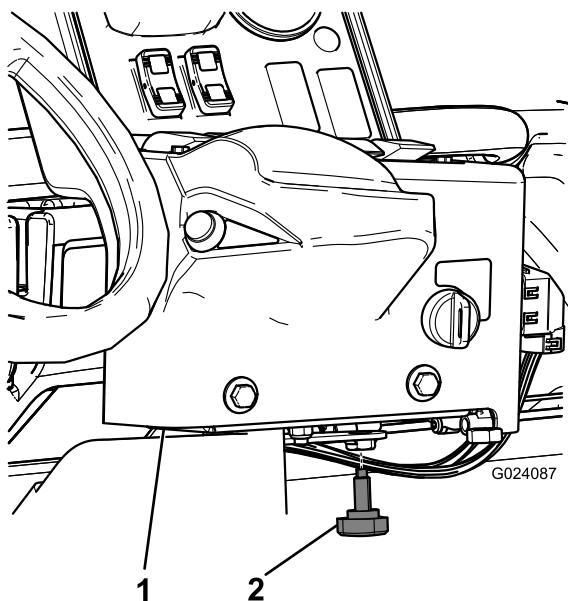

Figura 15
3. Instale el pomo para evitar que la consola gire durante el uso (Figura 15).